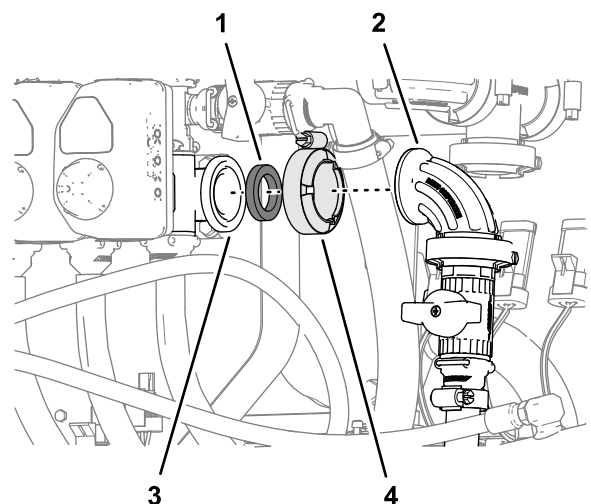

Figura 139
4. Monte a união de 90° da válvula de bloqueio do kit de varinha manual opcional ou o kit de cilindro de tubagem elétrico opcional na flange da válvula do bico 10 com a braçadeira de flange e a junta que removeu no passo 1 e aperte a braçadeira à mão (Figura 139).